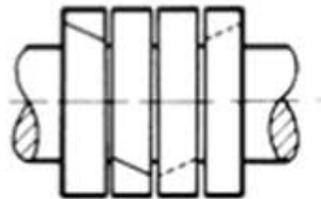

Figura 48: Ubicación del empaque en relación con el otro
9. Ubique los extremos de los anillos del empaque en posiciones opuestas. Consulte Figura 48: Ubicación del empaque en relación con el otro en página 72.